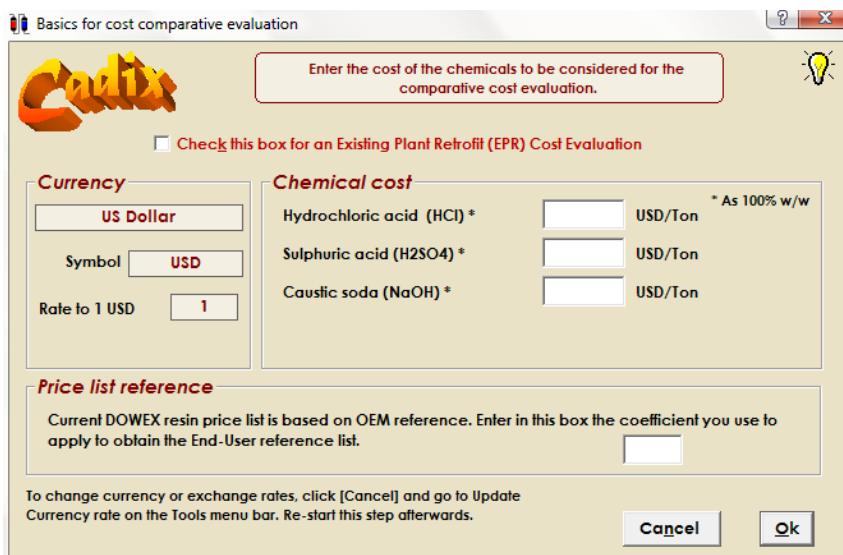

Figura 5.24: Introducción del coste de los reactivos empleados
- “Start Cost evaluation”: comenzar una evaluación económica. Clicando en ella aparece la ventana mostrada en la figura 5.24.